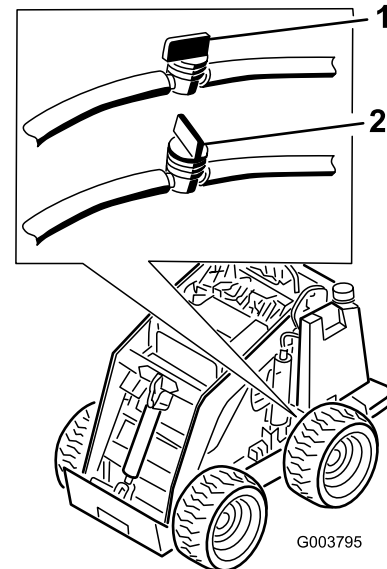

Figura 34
3. Chiudete la valvola del carburante, in fondo al serbatoio carburante (Figura 34).
10. Aprite la valvola del carburante, in fondo al serbatoio carburante (Figura 34).
3. Chiudete la valvola di intercettazione nel flessibile accanto alla base del serbatoio carburante (Figura 34).
11. Aprite la valvola di intercettazione nel flessibile accanto alla base del serbatoio carburante, come illustrato nella Figura 34.